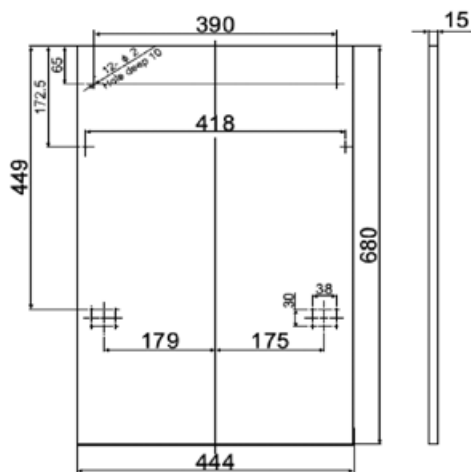

Рис. 3. Все размеры приведены в мм.
1. Декоративная деревянная панель, прикрепляемая к дверце посудомоечной машины, должна быть подготовлена в соответствии с чертежом, представленным на рис. 3.